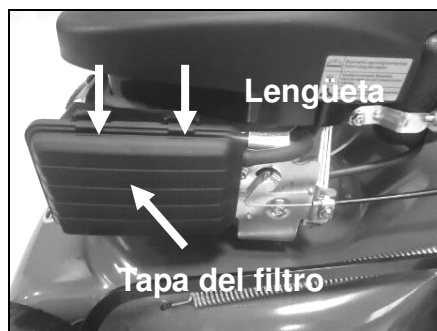

Fig.13A
1. Empuje hacia abajo las dos lengüetas que se encuentran en la parte superior de la tapa del filtro. (Fig.13A)